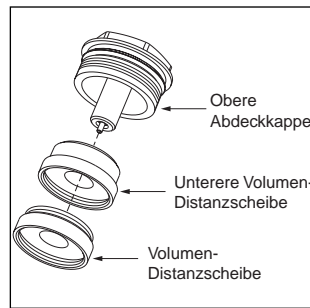

Abb. 6
4. Um Distanzscheiben hinzuzufügen, lassen Sie eine Distanzscheibe in die Unterseite der untersten Distanzscheibe einrasten (Abb. 6)